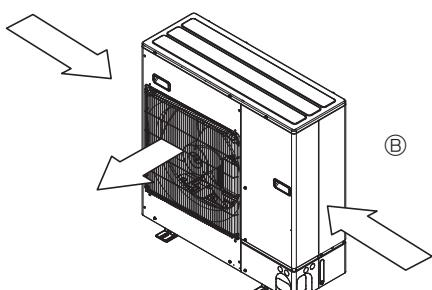

Fig. 2-6
- ③ Posisjon enheten slik at luftutløpet står vinkelrett på den rådende vindretningen for årstiden, hvis det er mulig. (Fig. 2-6)